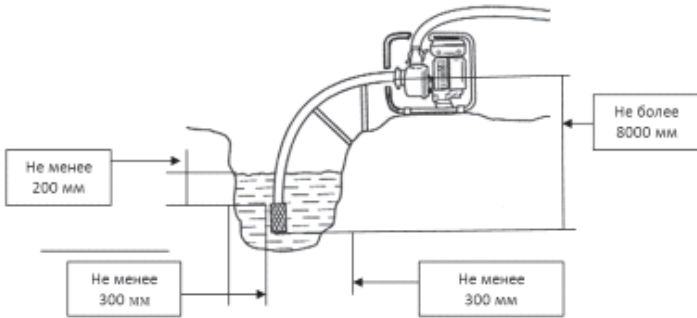

Рис.13
1. Установите мотопомпу вблизи водоема (емкости) на твердую ровную горизонтальную поверхность, опустите фильтр всасывающего рукава в водоем(емкость), обеспечив вертикальное положение фильтра. При установке фильтра соблюдайте все необходимые расстояния, как показано на Рис. 13.